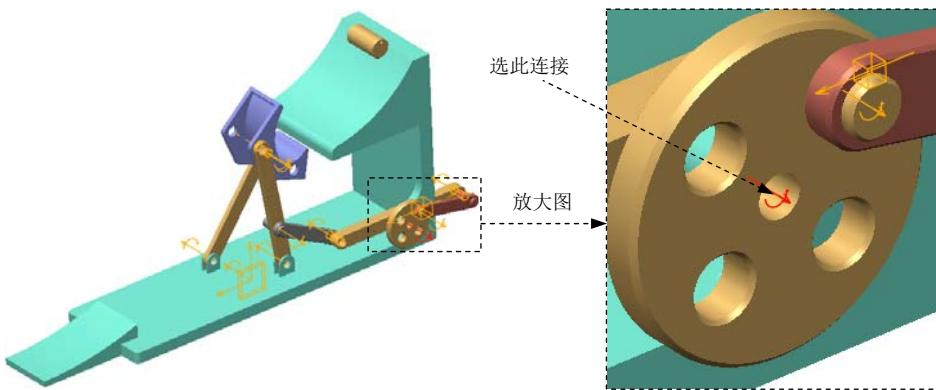

图 9.5.48 选取参考对象
(1) 选择命令。单击**插入**区域中的“伺服电动机”按钮 伺服电动机 , 系统弹出“伺服电动机定义”对话框。
(2) 选取参考对象。选取图9.5.48所示的连接为参考对象。
(3) 设置轮廓参数。单击“伺服电动机定义”对话框中的**轮廓**选项卡, 在“定义运动轴设置”按钮 轮廓 右侧的下拉列表中选择**速度**选项, 在“模”下拉列表中选择**常量**选项, 设置A=50。
(4) 单击对话框中的**确定**按钮, 完成伺服电动机的定义。